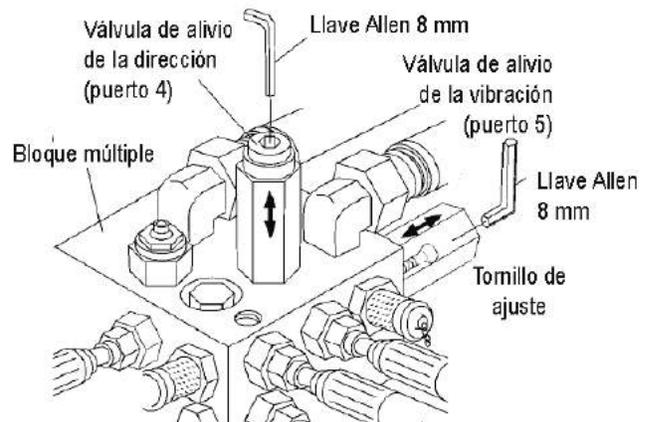

Figura 36. Válvulas de Alivio de la Dirección y Vibración
1. Inserte una llave Allen de 8mm en el **puerto 4** de alivio de la dirección (Figura 36) en el bloque múltiple.
1. Inserte una llave Allen de 8mm en el **puerto 5** de alivio de la vibración (Figura 36) en el bloque múltiple.